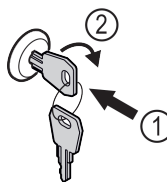

Fig. 175 Beispielhafte Darstellung
- Schlüssel hineindrücken Fig. 175 (1).
- Schlüssel um 90° im Uhrzeigersinn drehen Fig. 175 (2).